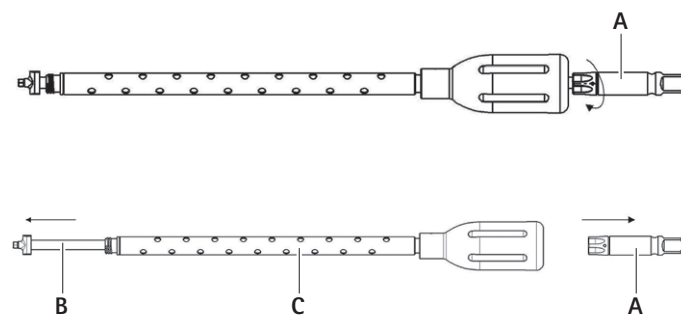

Abb. 12 Demontage des TH-Schraubendrehers mit Gewinde
6.5 S⁴ Cervical TH-Schraubendreher mit Gewinde (12)
- Schraubendreherchaft B durch die Griffhülsen-Baugruppe C schieben, siehe Abb. 12.